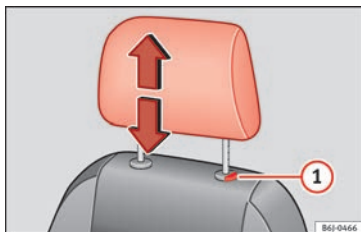

Fig. 140 Appui-tête avant : réglage ou démontage.
- Appuyez sur la sécurité **1** » **fig. 140** et retirez l'appui-tête.